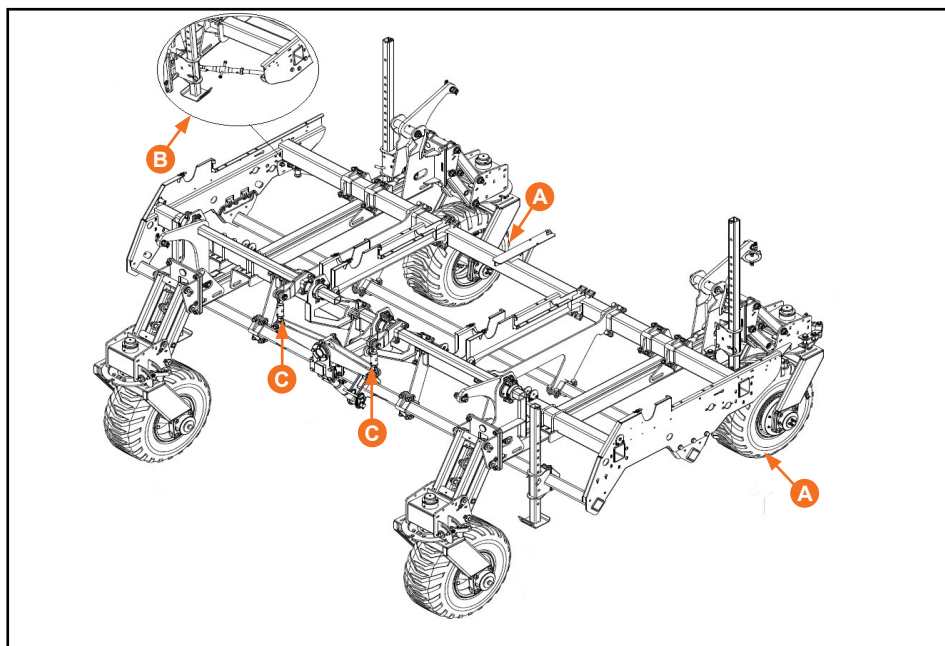

Figura 37
O sistema de rodado é independente para cada chassi do implemento. Deverá ser observado no final de cada dia de trabalho o aperto dos tensores (B) que firmam lateralmente o rodado ao chassi do implemento e os tensores (C) que firmam o balancim aos articuladores dianteiros (Figura 37).